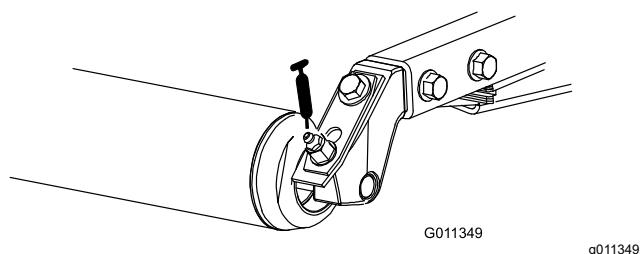

Рисунок 44
- Задние роликоподшипники (по 2 на режущий блок) (Рисунок 44)